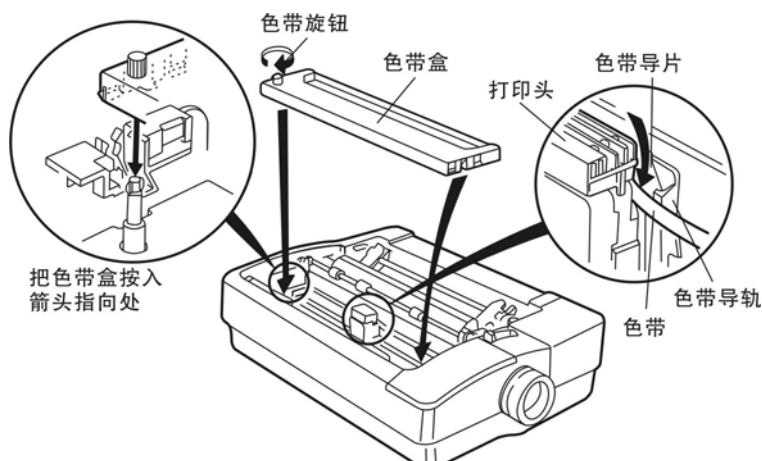

图 1-4 安装色带
4. 把新色带放在打印头和色带导片之间。不要将色带强行压入导片与字车架底盘之间。见图 1-4。